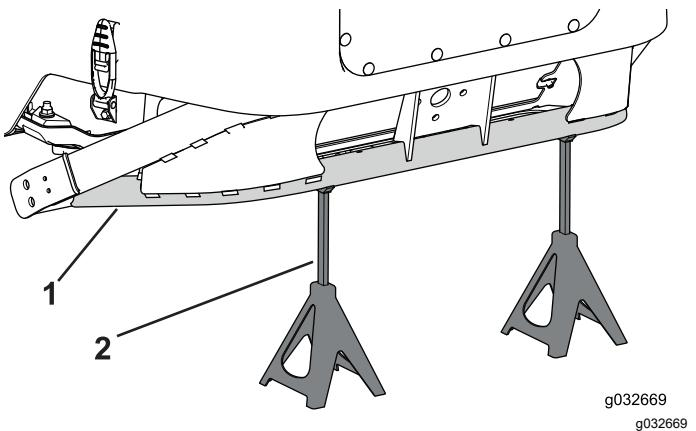

Figura 103
1. Coloque 2 gatos fijos debajo de la parte trasera del bastidor de la máquina (Figura 103).